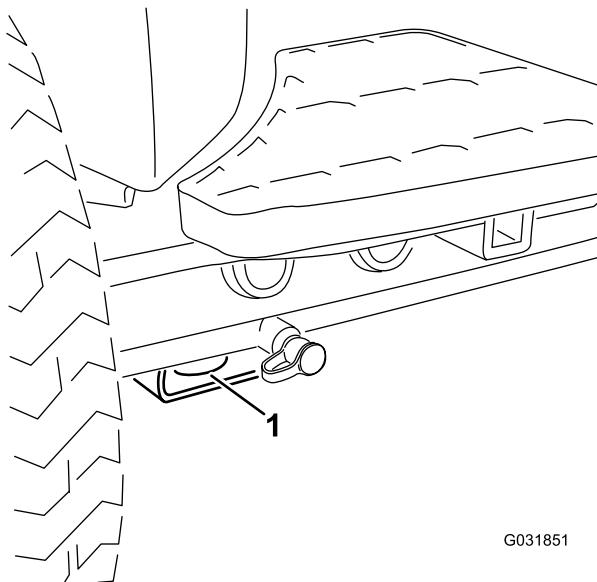

図 60
- 機体の前側**各前輪の内側、アクスルチューブの下にある四角いパッド **図 60**。